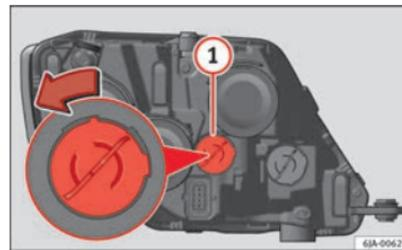

Fig. 158 Remplacement de l'ampoule des feux de jour
- Tournez le support d'ampoule ⇒ fig. 158 ① dans le sens contraire des aiguilles d'une montre et retirez-le.